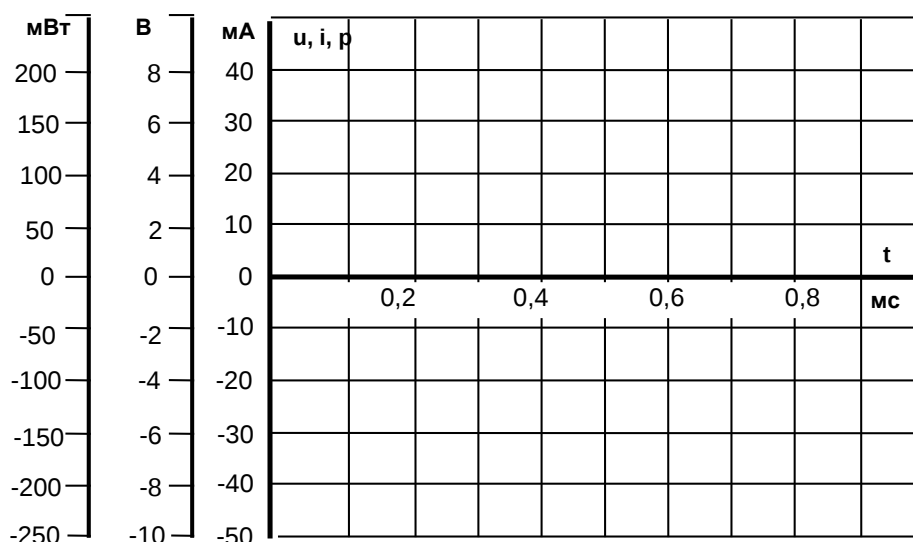

Рисунок 2.10 – Пример оформления сетки координат для построения графиков напряжения, тока и мощности для цепи **RC**
- Перенести кривые на график (рисунок 2.10) и определить период и фазовый сдвиг между напряжением на конденсаторе $u_C(t)$ и током $i_C(t)$.
- Перенесите данные таблицы 2.3 на график (рисунок 2.10).